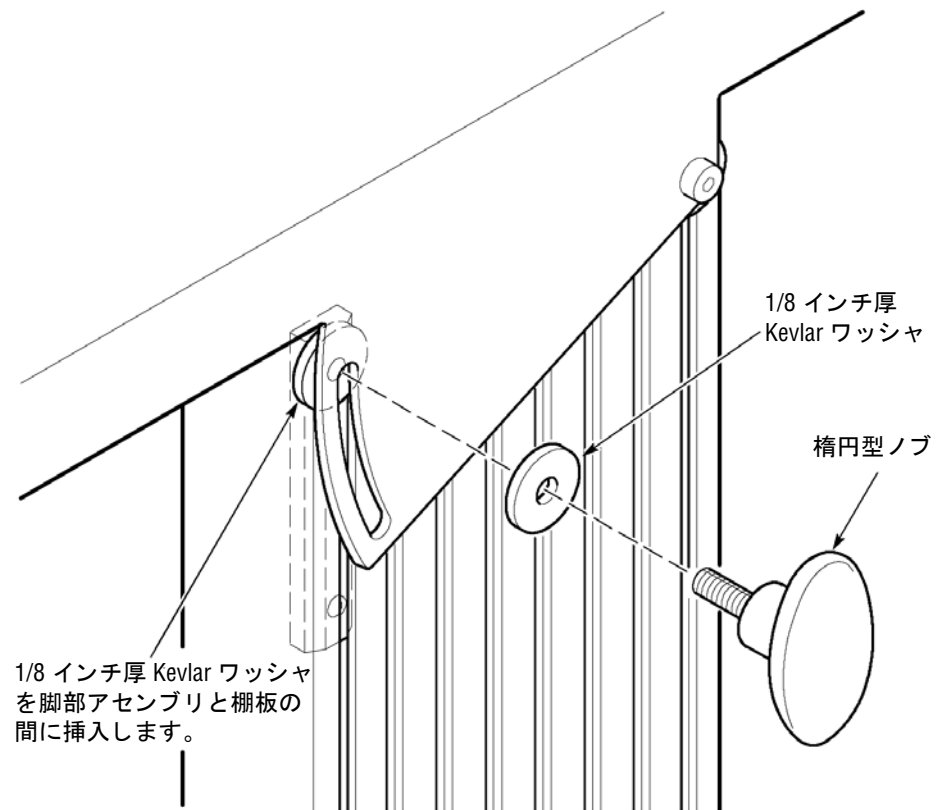

図 14: チルト式天板のノブの取り付け
6. Kevlar ワッシャと楕円型ノブを図 14 のように取り付けます。楕円型ノブに Kevlar ワッシャを 1 個通し、天板の傾斜用溝を通して、さらに天板と脚部アセンブリ間にもう 1 個の Kevlar ワッシャを使って、レールの上の穴に取り付けます。詳細は図 14 を参照してください。